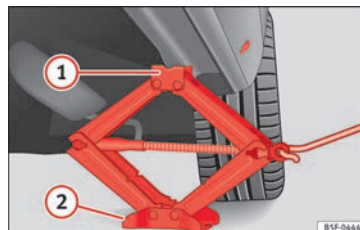

Bild 75 Stag: montera domkraften på fordonet.
• Skruva på domkraften*, placerad under stödpunkten på staget, för att höja den tills flik **1** » **bild 75** är under urtaget.